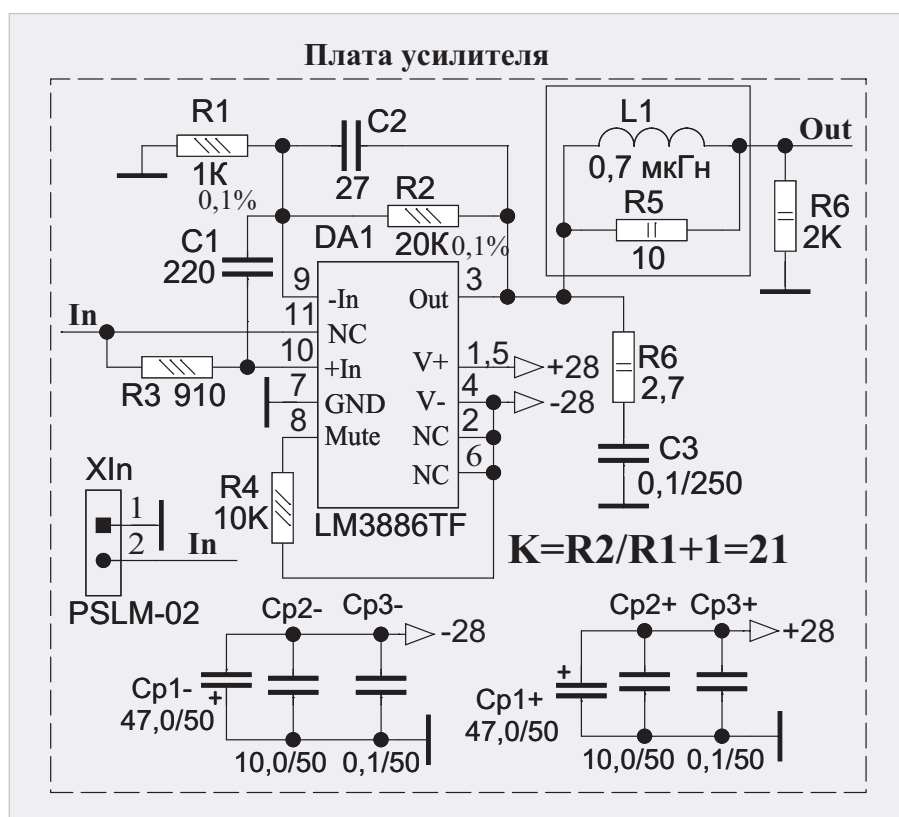
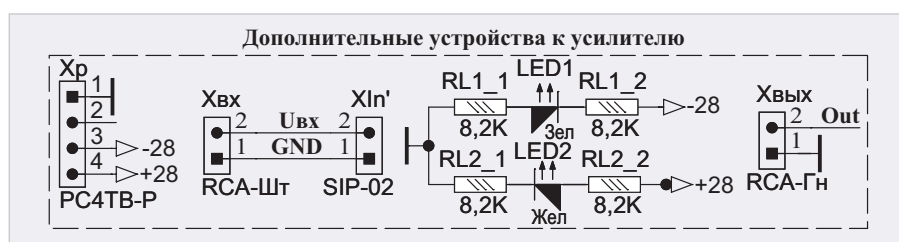

Рис. 1. Принципиальная схема платы усилителя
Рис. 2. Принципиальная схема дополнительных устройств к усилителю
Усилитель состоит из собственно платы (рис. 1) и дополнительных устройств (рис. 2). Как можно увидеть
из схемы рис. 1, усилитель представляет собой классический неинвертирующий усилитель на ОУ LM3886TF (DA1) с коэффициентом усиления $K_U = R_2/R_1 + 1 = 20K/1K + 1 = 21$. Для сохранения баланса токов на входах ОУ, как известно, резистор $R_3 = R_2 || R_1 = 20K || 1K = 0,952K$, поэтому номинал резистора R_3 выбран равным 910 Ом – ближайшим к 0,952K из ряда E24 (5%). Конденсатор C1, RC-цепочка R6C3 и RL-цепочка R5L1, рекомендуемые производителем LM3886 (см. его справочный листок – Datasheet), препятствуют самовозбуждению ОУ. Конденсатор C2 установлен для получения адекватной переходной характеристики ОУ. Конденсаторы Cр1...Cр3– и Cр1+...Cр3+ – блокировочные. Входной сигнал от генератора (In) подаётся на разъём PSLM-02 (XIn), а выходной сигнал Out подключается к гнезду RCA (Xвых, рис. 2), расположенному на боковой стенке корпуса усилителя (см. далее). К дополнительным устройствам (рис. 2) относятся следующие. Трёхпроводной кабель питания, который одним концом с соответствующими сигналами впаивается в плату усилителя (рис. 1), а на втором его конце расположена розетка PC4TB-P (Xp), которая подключается к ИП. Двухпроводной коаксиальный кабель, на одном конце которого расположен гнездовой цанговый разъём SIP-02 (Xin'), который подключается к разъёму XIn платы (рис. 1), а на втором его конце – штекер RCA-Шт (Xвх), который подключается к генератору. Оба эти кабеля пропущены через резиновую втулку, расположенную на боковой стенке корпуса усилителя (см. далее). Для индикации присутствия напряжений питания в усилителе предусмотрены светодиоды LED1 (зелёного цвета) и LED2 (жёлтого цвета) со своими токоограничительными резисторами RL1_1, RL1_2 и RL2_1, RL2_2 соответственно, которые встав-
Кроме того, при тестировании ОУ LM3886 в режиме переменного напряжения (AC) в его справочном листке указана нагрузка в 2 К (см. Test Circuit #2 – AC Electrical Test Circuit в Datasheet). Как видно из рис. 1, в схеме усилителя установлена аналогичная нагрузка: R6 = 2 К. При такой нагрузке и амплитуде выходного напряжения U_{Амп} = 20 В выходная мощность P усилителя, как нетрудно подсчитать, составит: P = (U_{Амп}²) / R6 = (20 В)² / 2 К = 400 В² / 2000 Ом = 0,2 Вт. А при такой мощности коэффициент гармонических искажений + шум (THD+N), как можно увидеть из справочного листка, составит не более 0,03%.